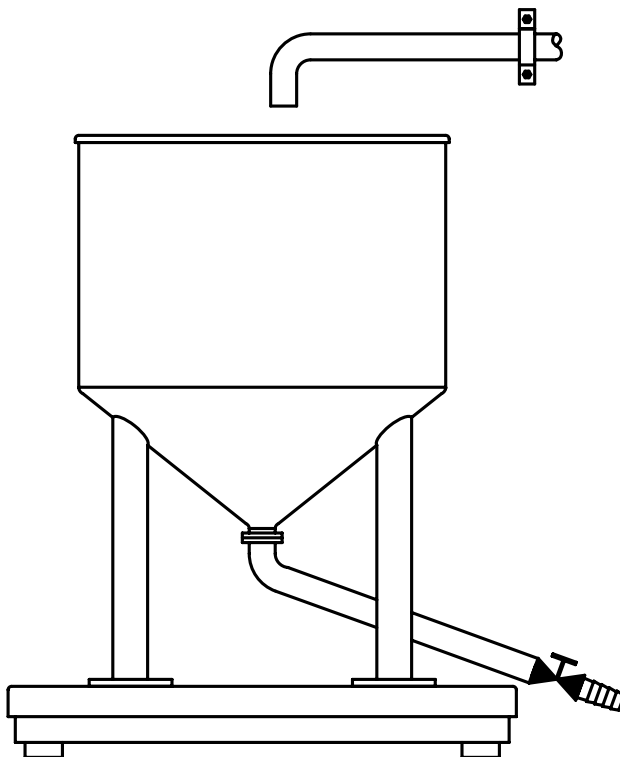

Figura 23: bilancia per serbatoi di riferimento
3. Trasferimento del materiale: con questo metodo, il materiale (ad es. acqua) viene pesato su una bilancia di riferimento distinta e quindi trasferito nel serbatoio/recipiente in questione per la taratura. Questo metodo dipende dall'accuratezza della bilancia di riferimento e dalla cura dedicata a evitare perdite di materiale in fase di trasferimento. Se si utilizza una bilancia di precisione METTLER TOLEDO MFR e gli effetti legati alle tubazioni vengono minimizzati, come mostrato nella Figura 23, questo metodo si rivelerà estremamente accurato.